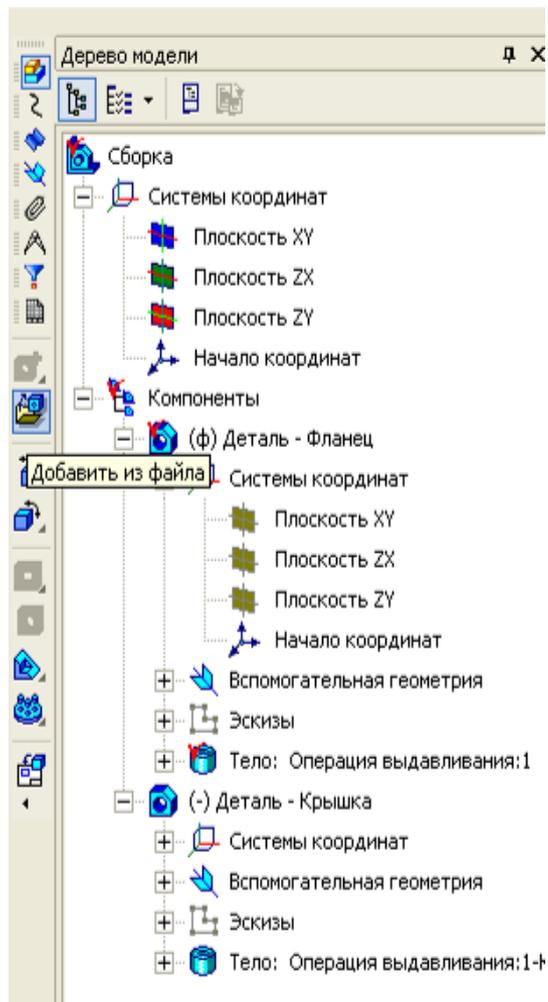

Рис. 3.72. Вставка в сборку детали «Крышка» (Дерево модели)
2.3.4. В Дереве модели появится пункт, соответствующий типу вставленного в сборку компонента из файла (рис. 3.72). Рекомендуется фиксировать хотя бы один компонент сборки. Первый компонент, вставленный в сборку из файла, фиксируется автоматически. Справа от зафиксированных
2.4. Вставить в сборку деталь «Крышка» (рис. 3.72, 3.73).
появятся две детали (см. рис. 3.73), а в Дереве модели – пункты, отражающие названия и последовательность построения каждой детали (см. рис. 3.72). Детали можно редактировать на месте (в процессе сборки) и в окне (в файле *деталь*).